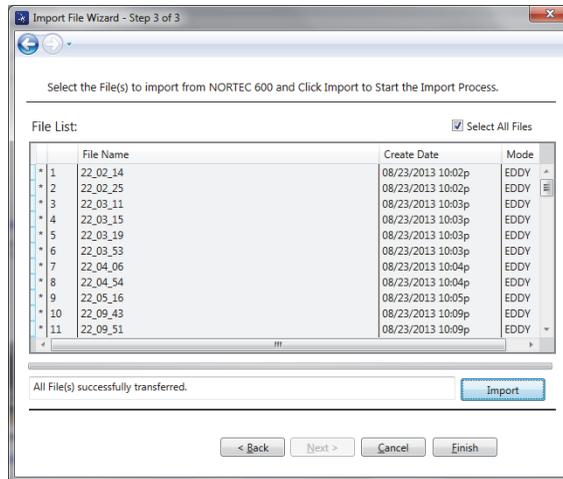

Рис. 6-5 Мастер импорта файлов — Завершение передачи файлов
- После передачи всех файлов щелкните **Finish** (Завершить), чтобы покинуть Мастер (см. Рис. 6-5 на стр. 320)